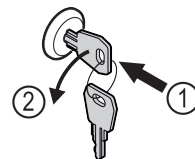

Fig. 176
- ▶ Πιέστε μέσα το κλειδί. Fig. 176 (1)
- ▶ Περιστρέψτε το κλειδί 90° αριστερόστροφα. Fig. 176 (2)